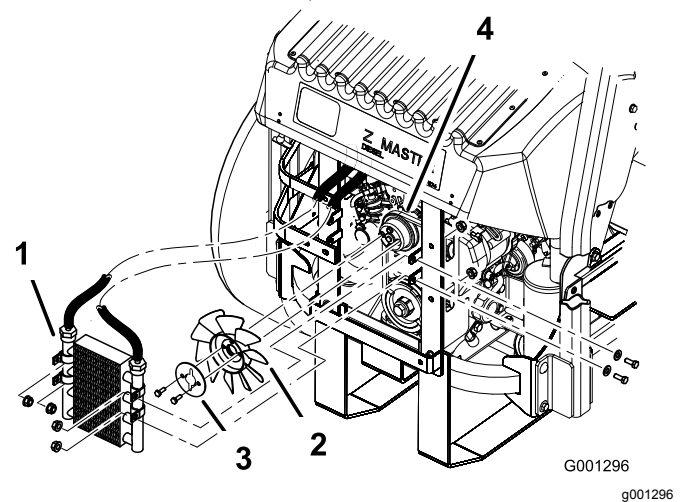

Figura 82
5. Retire los 4 pernos que sujetan el enfriador de aceite y coloque el enfriador de aceite en un lado (Figura 82).
6. Retire los 2 pernos que fijan el ventilador y el disco del ventilador a la máquina (Figura 82).
10. Instale el ventilador y el disco del ventilador en la máquina con los 2 pernos que retiró anteriormente (Figura 82).
11. Instale el enfriador de aceite con los 4 pernos que retiró anteriormente (Figura 82).